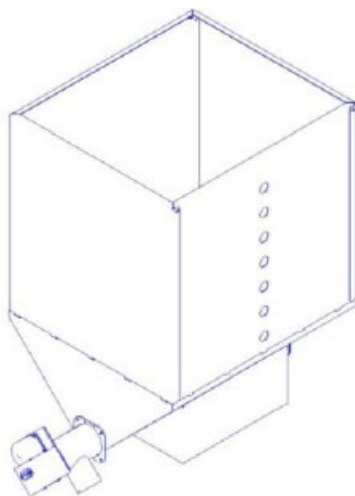

Рис. 6
9. Повторите пункт 5 и 6 для второй боковой стенки и задней стенки бункера (Рис.6).